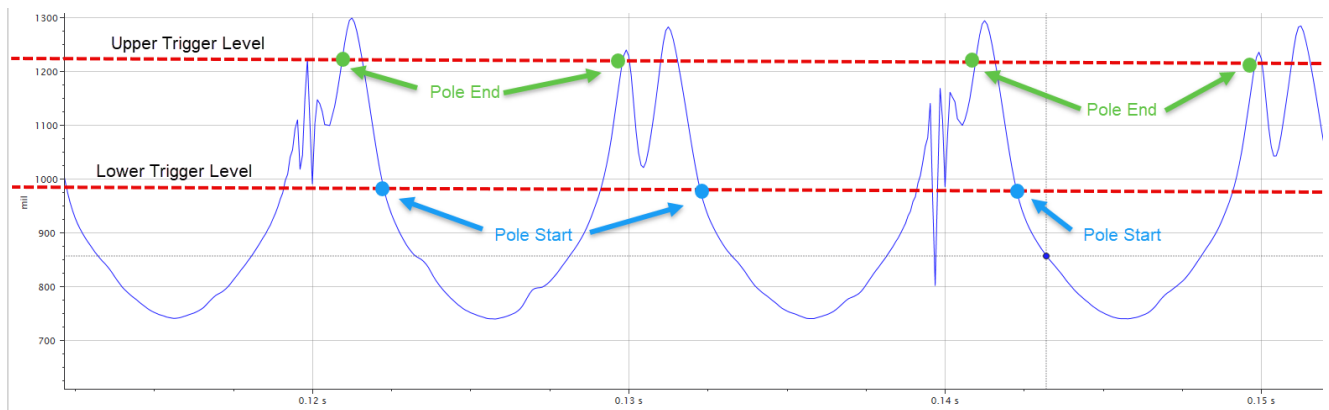

图 7-11) 选择触发电平
- 使用高分辨率异步波形，确定适当的上触发电平和下触发电平。调整电平，使极点间隙中的噪声不会触发幻象极点 (参见图 7-11)。您会要用到传感器比例因子，以便将显示的间隙转换为电压。